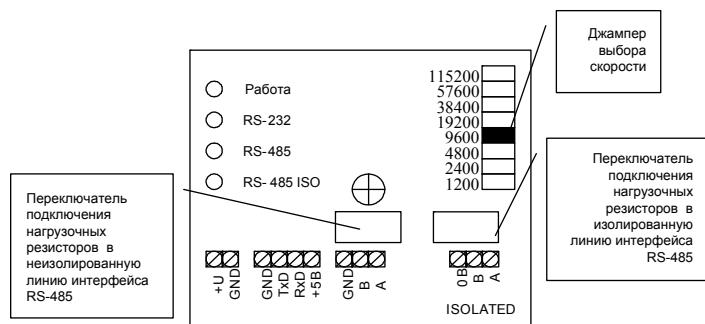

Рисунок 4 Расположение колодок для внешних соединений и перемычек
2.3.1 Перед включением нужно установить джампер выбора скорости в нужное положение (см. рис. 4).